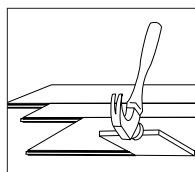

Figura 9
- Es posible que se deba alinear el producto con un retazo cortado según se ilustra (Figura 9- mantenga el ángulo del retazo bajo para no dañar el borde).